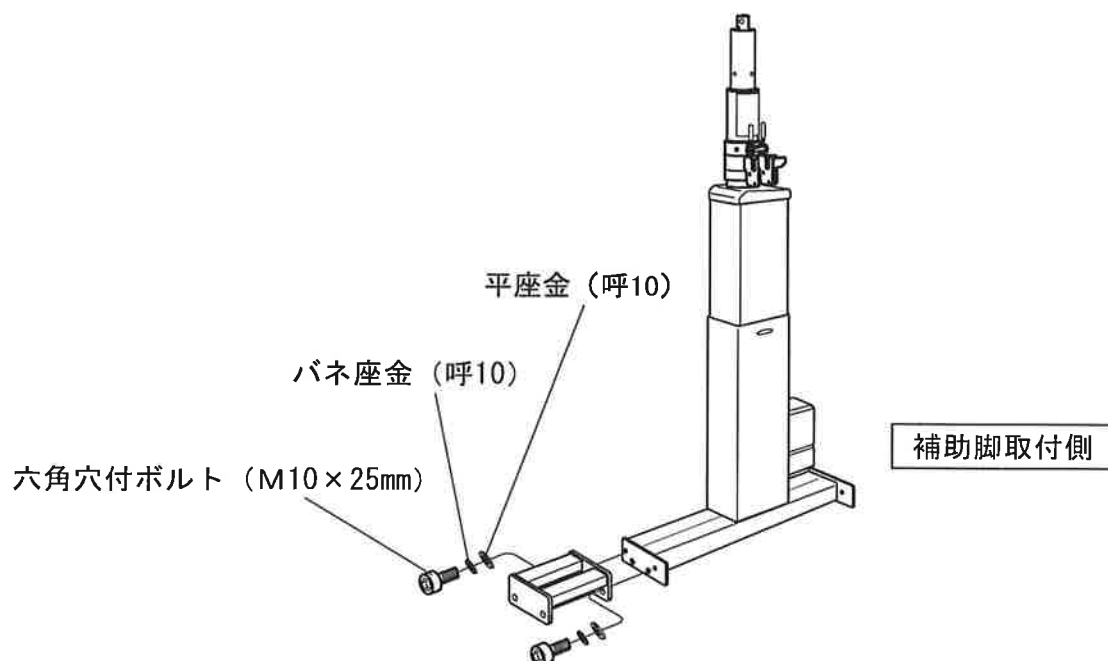

図1
- ① ワイドサイズベッドで使用する場合は、補助脚を取り付ける反対側にスペーサー（ワイド用専用部品）をポールベースに、六角穴付ボルト（M10×25mm）、バネ座金（呼10）、平座金（呼10）で取り付けてください。（2カ所）（図1）